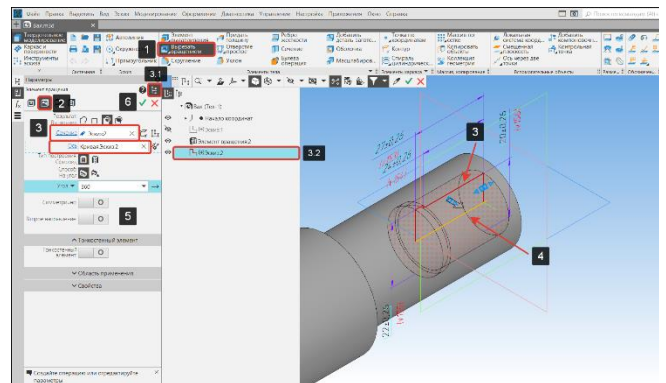

Рисунок 101 - Операция вырезать вращением
- На панели элементы тела выберем операцию вырезать выдавливанием (1), подоперация вырезать вращением (2) (Рисунок 101);
- В поле Сечение (3) укажем эскиз для построения выреза вращением. Раскроем Дерево построения модели (3.1) и выберем эскиз (3.2) (Рисунок 101);
- Если в эскизе (3) нет оси вращения, зададим ее вручную выбрав поле Ось (4) и указав в Дереве построения или графической области (4) любой прямолинейный объект или поверхность вращения (Рисунок 101);
- Вращение может выполняться в одном направлении или двух противоположных направлениях (5). Угол вращения задается на Панели параметров или определяется указанным объектом. Построение зададим в одном направлении, угол 360 градусов (Рисунок 101);
- Для завершения построения нажмем кнопку Создать объект (6) (Рисунок 101).